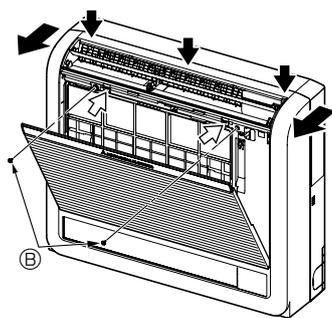
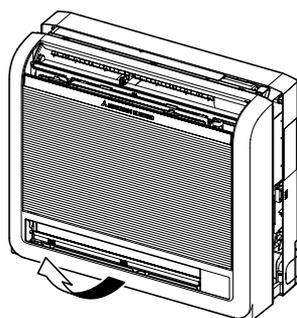

Fig. 3-3
Fig. 3-4
- ① Prima as 2 posições indicadas pelas setas ↔ e abra a grelha frontal. (Fig. 3-3)
- ② Abra a grelha frontal e retire os dois parafusos.
- ③ Abra a palheta horizontal para a saída de ar superior, exerça pressão em três pontos do painel frontal e, de seguida, puxe a parte de cima da grelha, afastando a unidade interior.
- ④ Levante a grelha frontal para a remover. (Fig. 3-4)